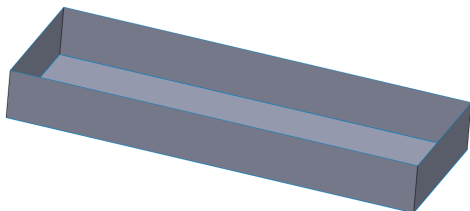

图 7-66 创建直纹曲面对象
(5) 单击【确定】按钮，即可创建直纹曲面对象，效果如图 7-66 所示。